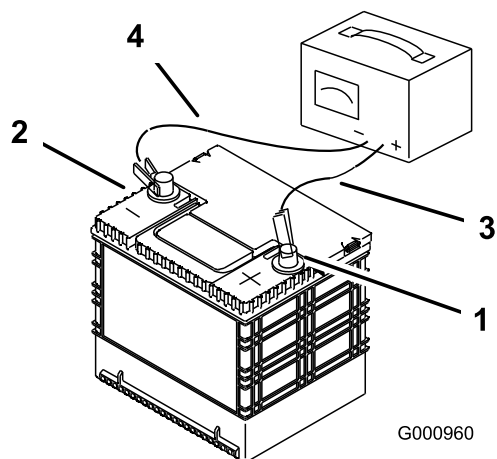

Рисунок 50
3. После полной зарядки аккумулятора отсоедините зарядное устройство от электророзетки и штырей аккумулятора (Рисунок 50).